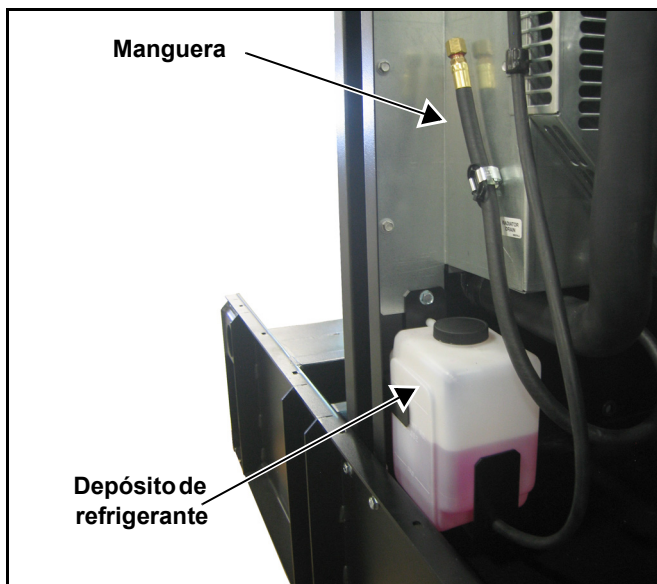

Figura 5-9. Depósito de rebose de refrigerante y manguera de vaciado
1. Verifique que el nivel de refrigerante esté entre las marcas HOT (caliente) y COLD (frío) del depósito de rebose. Vea la Figura 5-9.